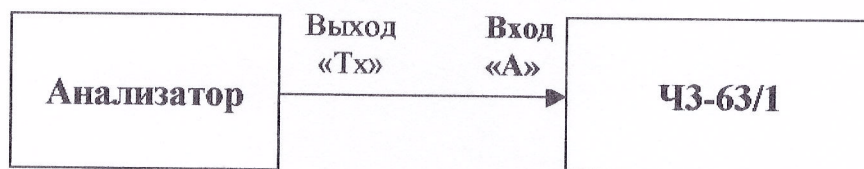

Рис.1.
8.3.1.3. Измерение тактовой частоты измерительного сигнала на выходе генератора импульсов на "Тх" выходе анализатора цифровых сетей SunLite E1 производится с помощью частотомера ЧЗ-63/1 (рис. 1).
8.3.1.5. Подайте сформированный (заданный) сигнал с выхода "Тх" анализатора цифровых сетей SunLite на вход «А» частотомера (рис.1).